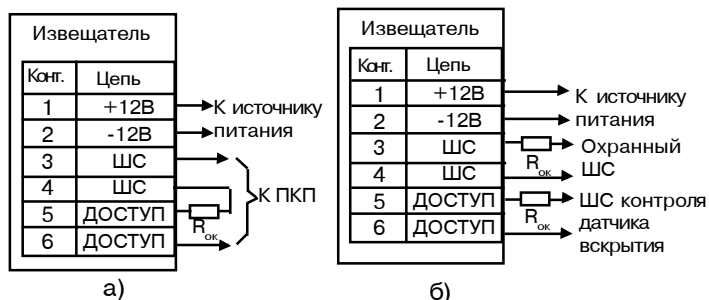

Рис.3
1. Выполните соединения согласно рис.3а(для подключения в один ШС) и рис. 3б (с контролем датчика вскрытия отдельным ШС);